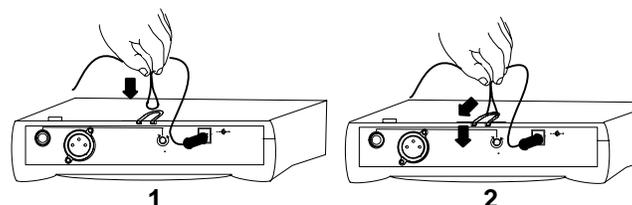

FIGURA 7. RETENTOR DE CABO DE ENERGIA T4N
1. Ligue uma extremidade do adaptador de energia AC ao conector de DC INPUT (ENTRADA DC) na parte posterior do receptor. **T4N:** Enrole o cabo de energia ao redor do retentor de cabo no fundo do receptor. Veja a Figura 7. Ligue a outra extremidade em uma fonte de energia AC (use PS20 para energia de 105–125 VAC, 60 Hz; use PS20E ou PS20UK para energia de 230 VAC, 50 Hz). A luz verde de POWER (ENERGIA) no receptor acenderá.